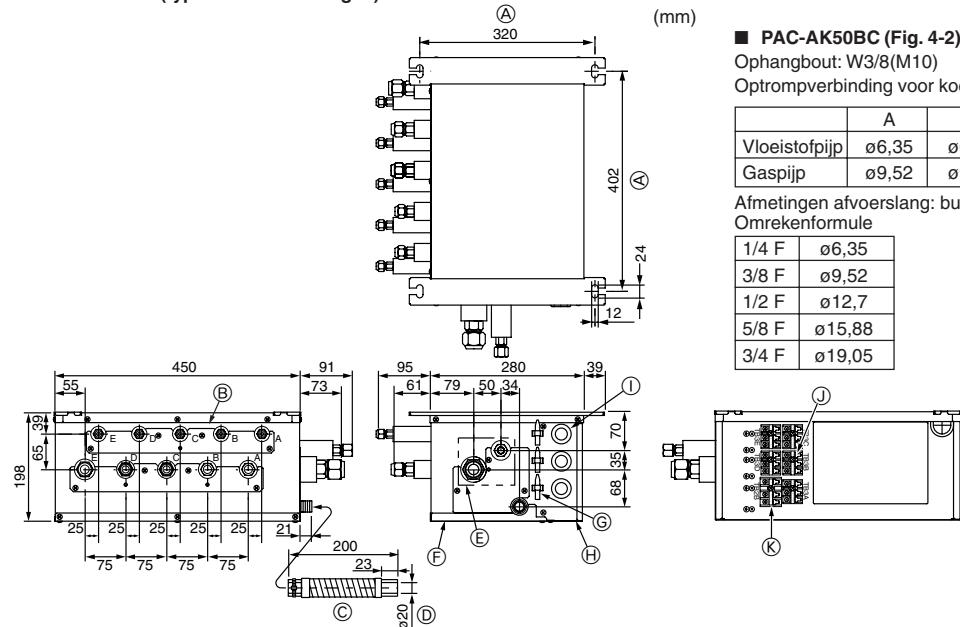

Fig. 4-2
#### ■ PAC-AK50BC (Fig. 4-2)
- (1) Breng op de aangegeven tussenafstand de ophangbouten aan (lokaal aan te schaffen) (Fig. 4-2, 4-3).